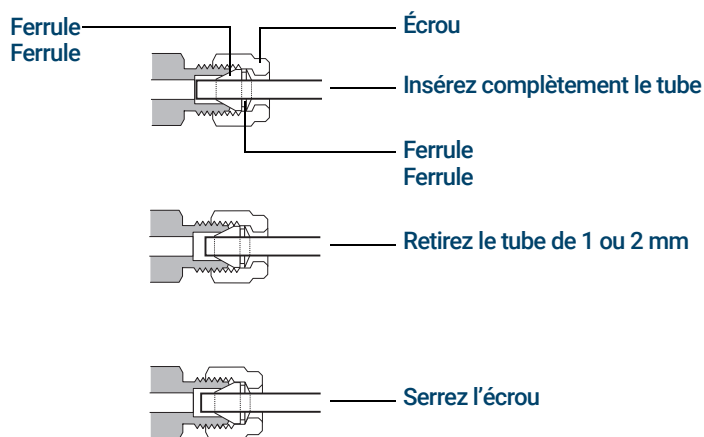

Figure 54. Insérez le tube
- 5 Poussez le tube à fond dans le raccord mâle, puis retirez-le de 1 à 2 mm comme illustré à la **Figure 54**.